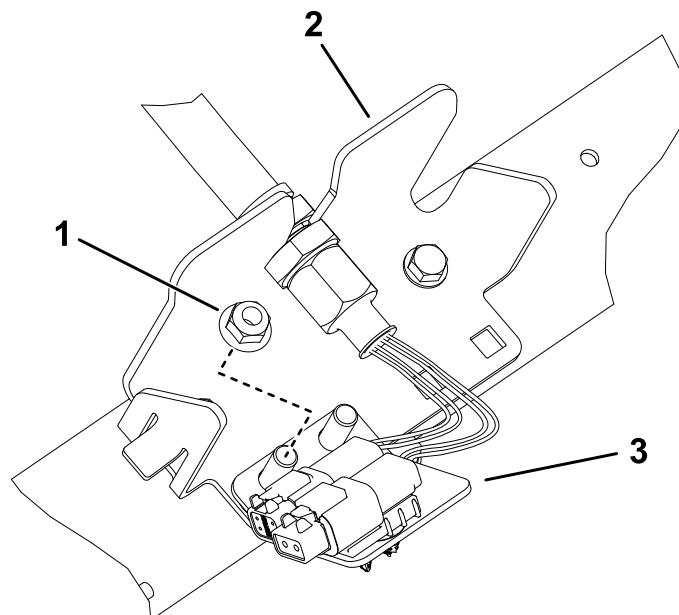

Рисунок 28
6. Повторите эти действия в остальных четырех местах перегородки, как показано на Рисунок 25–Рисунок 28.